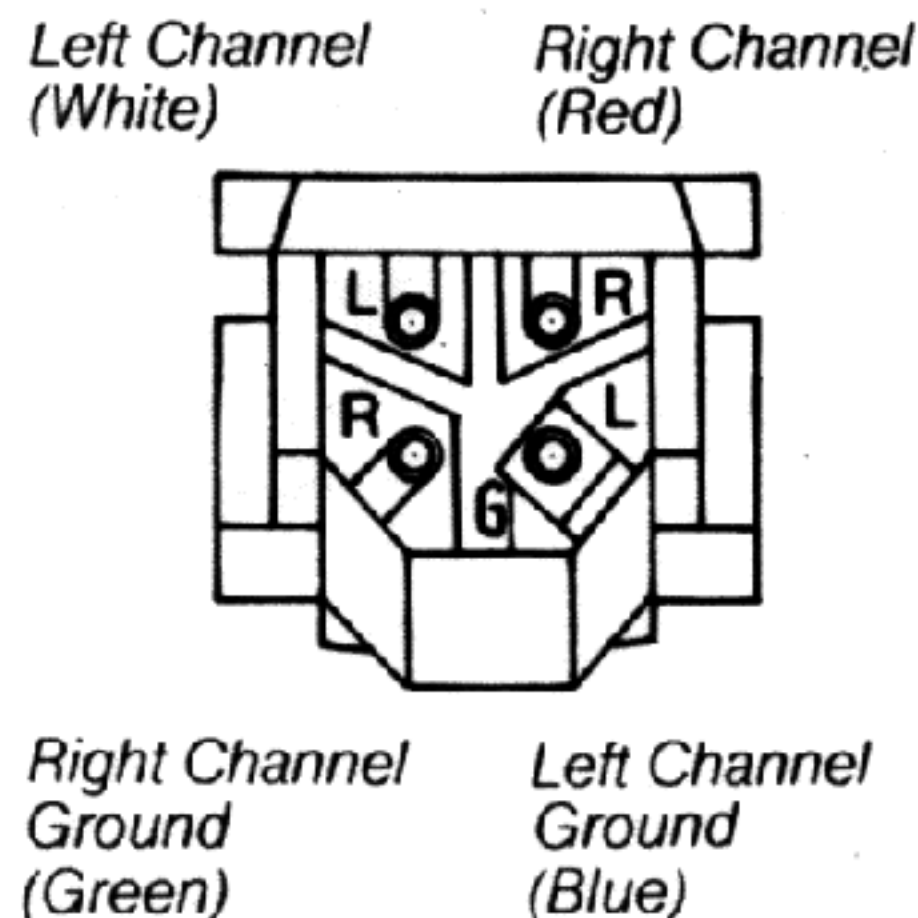

Fig 4
3. With a pair of tweezers or small nose pliers, connect the wires in the headshell to the four terminals on the back of the cartridge. See Figure 4 for pin designations and standard color code. If your headshell uses a different color code, check the tonearm manual for the wire designations to match the cartridge pins. **DO NOT SOLDER THE WIRES TO THE CARTRIDGE PINS.** This will ruin
3. Die Anschlüsse des Systemträgers verbinden Sie mit den vier Polen des Tonabnehmer. Die Polbezeichnungen sowie die Farbcode sind aus Abbildung 4 zu entnehmen. Sollten die Farbcode an Ihrem Systemträger einmal anders sein, so ziehen Sie die Anleitung Ihres Plattenspieler bzw. Ihres Tonarmes zu Rate, um die richtigen Verbindungen zum Tonabnehmer herzustellen.
3—A l'aide de brucelles ou de pinces à petit bec, connectez les fils dans l'enveloppe de tête aux quatre bornes se trouvant sur la partie arrière de la cellule. Voyez la Figure 4 pour la désignation des broches et le code de couleurs standard. Si votre coquille utilise un code de couleur différent, consultez le manuel ou la notice de votre appareil pour déterminer les désignations des fils affectés aux broches de la cellule.